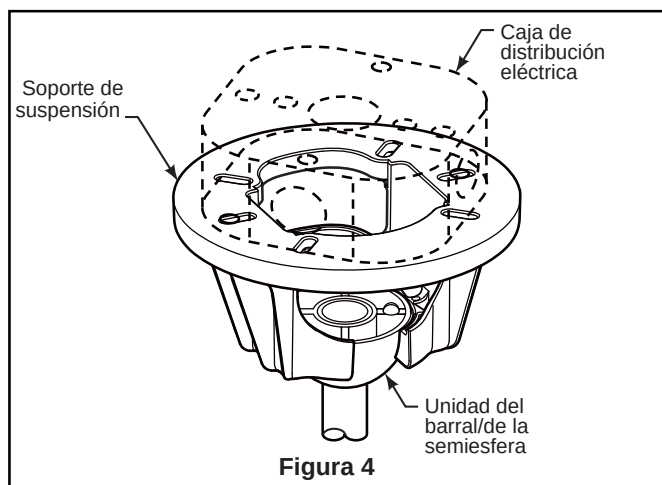

Figura 4
- ☐ 4. Instale el pasador y el pasador de horquilla, y apriete los tornillos de fijación. El pasador y el pasador de horquilla deben estar instalados correctamente para evitar que los tornillos de fijación se aflojen. (Figura 4)
3. Con cuidado, levante el ventilador y apoye la unidad del barral/de la semiesfera en el soporte de suspensión que acaba de fijar a la caja de distribución eléctrica (Figura 4). Asegúrese de que la ranura en la semiesfera esté alineada con el reborde del soporte de suspensión (Figura 3).
- ☐ **4.** Instale la unidad de luz LED sobre la unidad de la placa de luz utilizando las dos ranuras principales de la placa de conexión. Vuelva a colocar el tercer tornillo y asegure los tres tornillos. (Figura 4)
☐ 6. Configuración del mando a distancia y proceso de configuración de la velocidad (RPM): (Figura 4)